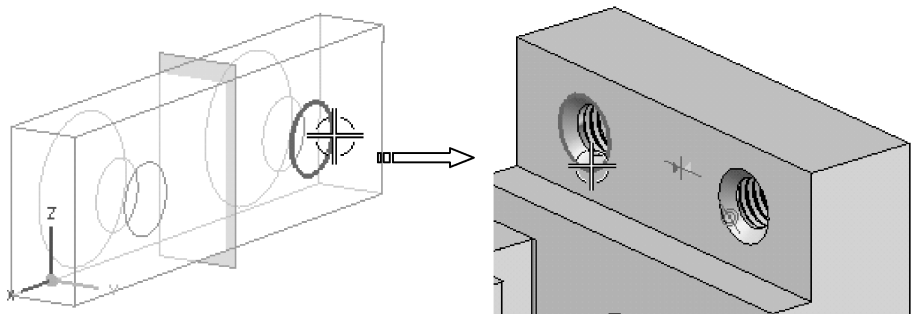

图 7-89 选择同心约束对象
- 07 选择钳口板上另一个孔的孔中心和底座上的孔中心作为同心约束的两个对象，如图 7-89 所示。